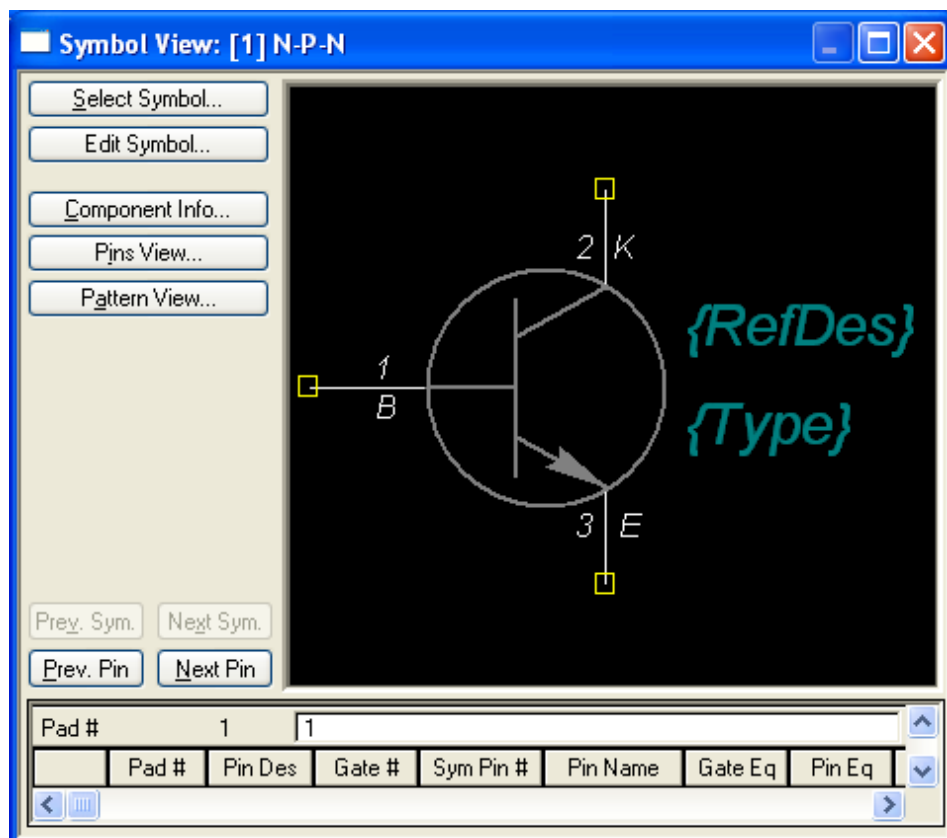

Рисунок 3.2 - Уточнение нумерации контактов транзистора
- В результате появится диалоговое окно **Component Information** (см. рис. 3.2).
- В результате возникнет диалоговое окно **Component Information** (см. *рис. 3.2*).